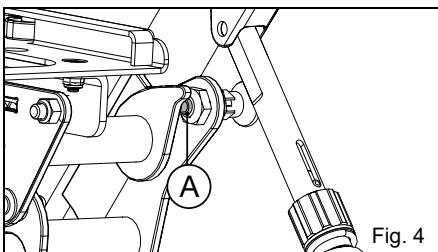

Fig. 4
2. El pasador de bloqueo está desactivado (Fig. 4:A). La angulación del asiento ahora se puede regular nuevamente girando la perilla rotativa superior.